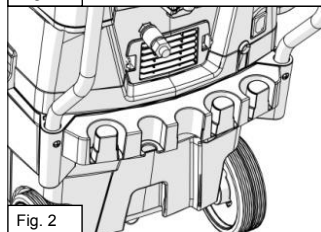

Fig. 2
3. SERBATOIO di RACCOLTA con RUOTE di MOVIMENTAZIONE e alloggiamento PORTACCESSORI in Fig. 2;